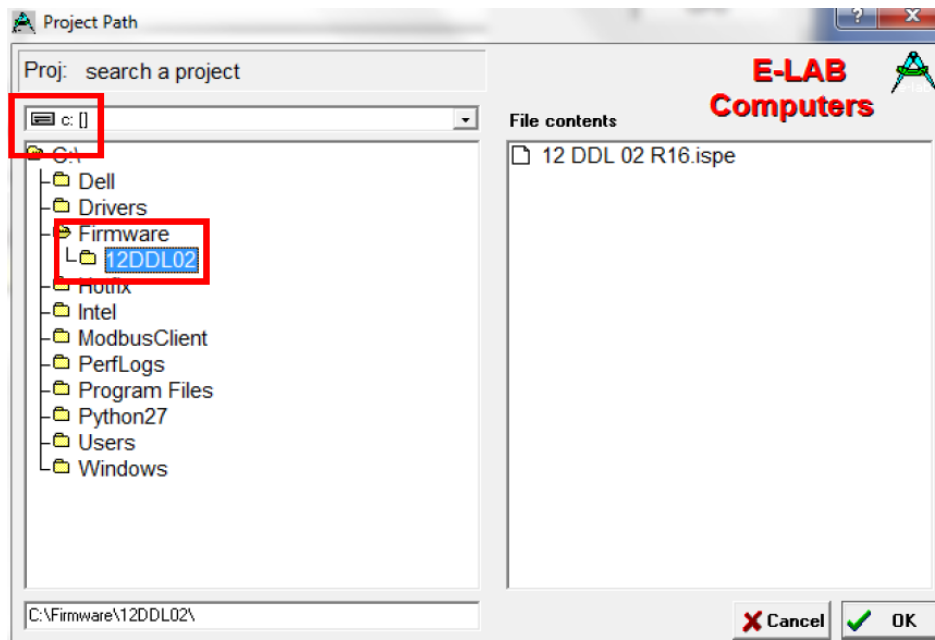

Рисунок 4
1.2.4 Выберите путь к папке с файлами прошивки, например, C:\Firmware\12DDL02\ (рисунок 4).